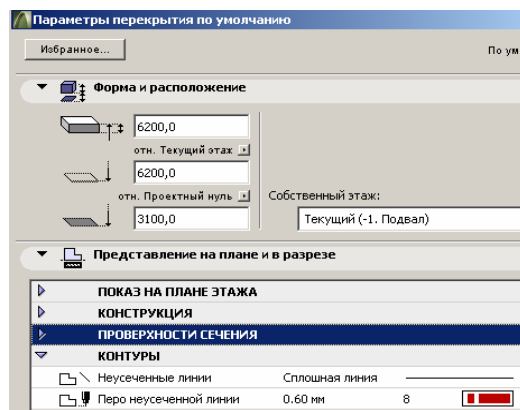

Рис. 91
2. Выберите инструмент **Перекрытие** и дважды щелкните. В появившемся окне **Параметры перекрытия** (рис. 91) определите его высоту в 6200 мм, низ — на уровне пола подвала и красный цвет контура. С помощью инструмента **Перекрытие** мы создадим объемный элемент, в плане определяющий контур лестничной клетки.